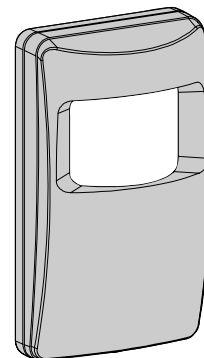

Figura 1. Vista general
- A. Afloje y quite el tornillo de la parte inferior de la carcasa (vea Figura 1) y quite la tapa.